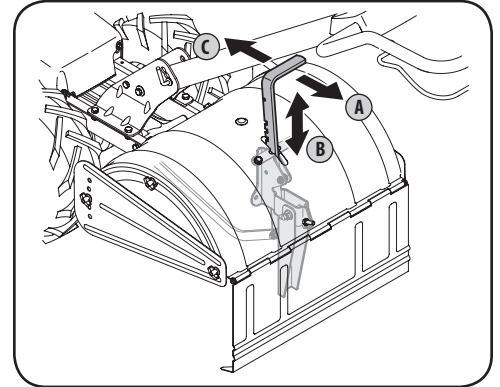

Figure 4-2
Déplacez le levier de réglage de la profondeur vers l'arrière (A) et poussez le levier vers le bas (B) pour le faire enclencher dans l'encoche la plus haute. Voir Figure 4-2. Relâchez le levier (C).
Pour ajuster la tige de profondeur, déplacez le levier de réglage de la profondeur (A) vers l'arrière, tirez-le vers le haut ou poussez-le vers le bas (B) à la position désirée, puis relâchez le levier (C). Voir Figure 4-2.